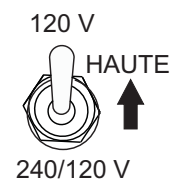

Figure 21. Position (Haute) de l'interrupteur de pleine puissance 120 V
- Placer l'interrupteur de pleine puissance (Figure 21) en position 120 V (haute).